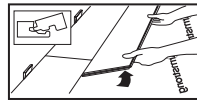

Figura 7
2. Coloque la primera tabla en posición, en ángulo ligeramente ascendente, y empujela hacia adelante para enclavarla en la lengüeta lateral. (Figura 7)